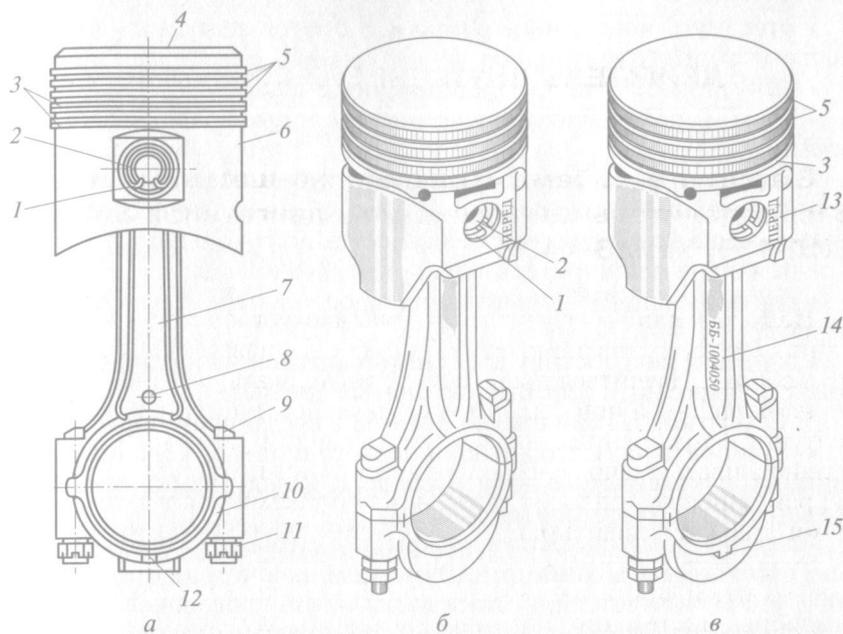

Рис. 1.1. Шатунно-поршневая группа:
**Иллюстративный материал** — рис. 1.1—1.4, учебные плакаты.
1. Изучить устройство КШМ и ГРМ двигателя ЗМЗ-53, использовать при изучении рис. 1.1.